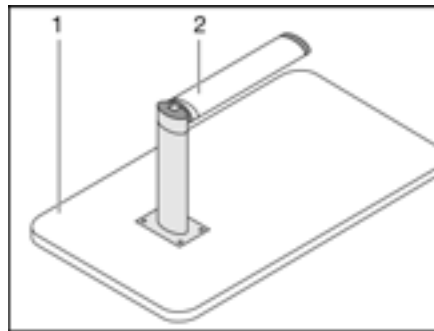

Bild 50 Bettunterbau
- Die Tischplatte (Bild 50,1) vorne ca. 45° anheben.
- Den unteren Teil des Gelenkstützfußes (Bild 50,2) nach unten ziehen und um 90° umklappen.